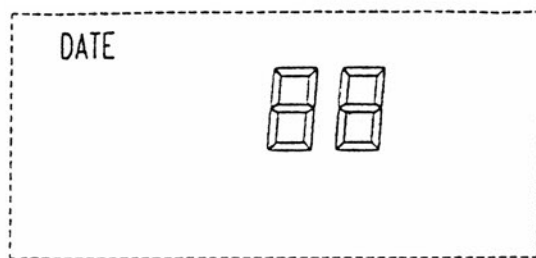

Рис.5
A. Нажмите клавишу **ДАТА**, чтобы установить год, как показано на Рис. 5., используйте клавишу (вычитает 1) или клавишу (прибавляет 1), чтобы сделать регулировку. Нажмите клавишу, и установленное значение будет постоянным.